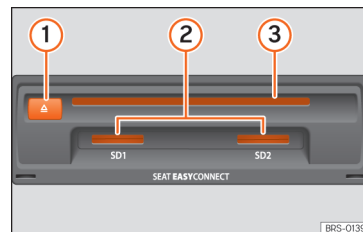

Abb. 176 Datenträger-Einschübe im Handschuhfach.
• CD mit der beschrifteten Seite nach oben so weit in den DVD-Schacht » **Abb. 176 ③** einschieben, bis sie automatisch eingezogen wird.
Kompatible Speicherkarte mit der abgeschnittenen Ecke zuerst und mit den Kontaktflächen nach unten in den Speicherschacht » Abb. 176 ② oder » Abb. 140 ⑨ einschieben, bis sie einrastet.